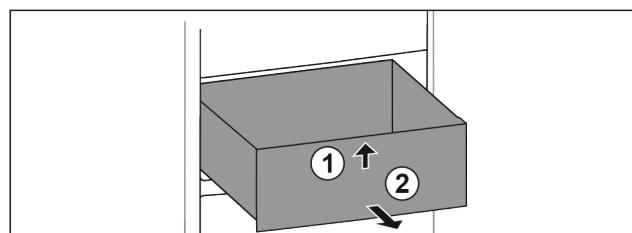

Fig. 14
- Приподнимите спереди Fig. 14 (1).
- Извлеките движением вперед Fig. 14 (2).